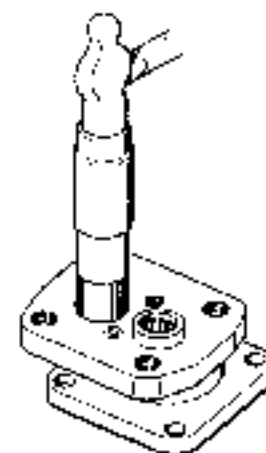

Fig. 15
6. Drive needle bearings (18) into shaft end cover (1), special frame (15) and gear housing (16), (17). Use a round bar of a diameter similar to that of the bearing to drive in the bearing. Drive slowly taking care not to tilt it. (Fig. 15)
6. シャフトエンドカバー(1)、特殊フレーム(15)、ギヤハウジング(16)、(17)にニードルベアリング(18)を打ち込む。打ち込む場合、同径程度の丸棒を用いてコネない様に徐々に行なう。(Fig. 15)